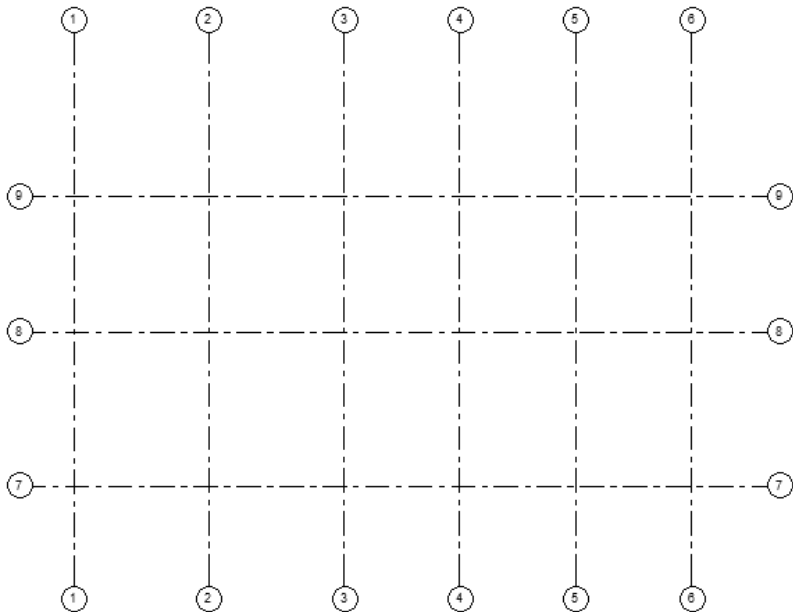

图 15-8 轴网
(4) 在视图中适当位置单击鼠标左键确定轴线的起点, 移动鼠标指针在适当位置单击确定轴线的终点, 重复绘制如图 15-8 所示的轴网。